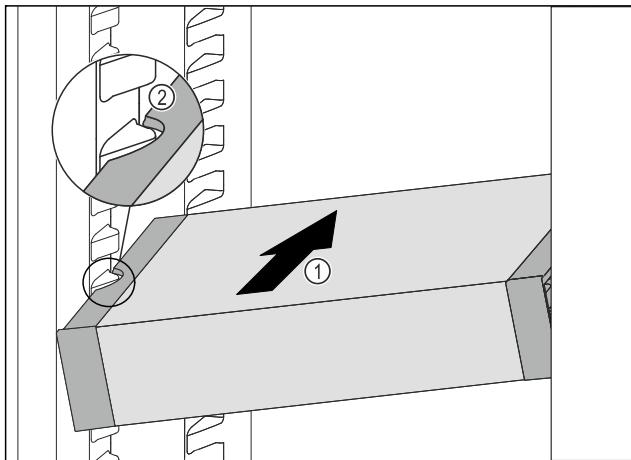

Fig. 133
- Вставити висувний ящик VarioSafe під кутом в охолоджувальне відділення Fig. 133 (1), доки бокові поглиблення Fig. 133 (2) VarioSafe не будуть розташовані на рівні ребра для ємності в охолоджувальному відділенні.